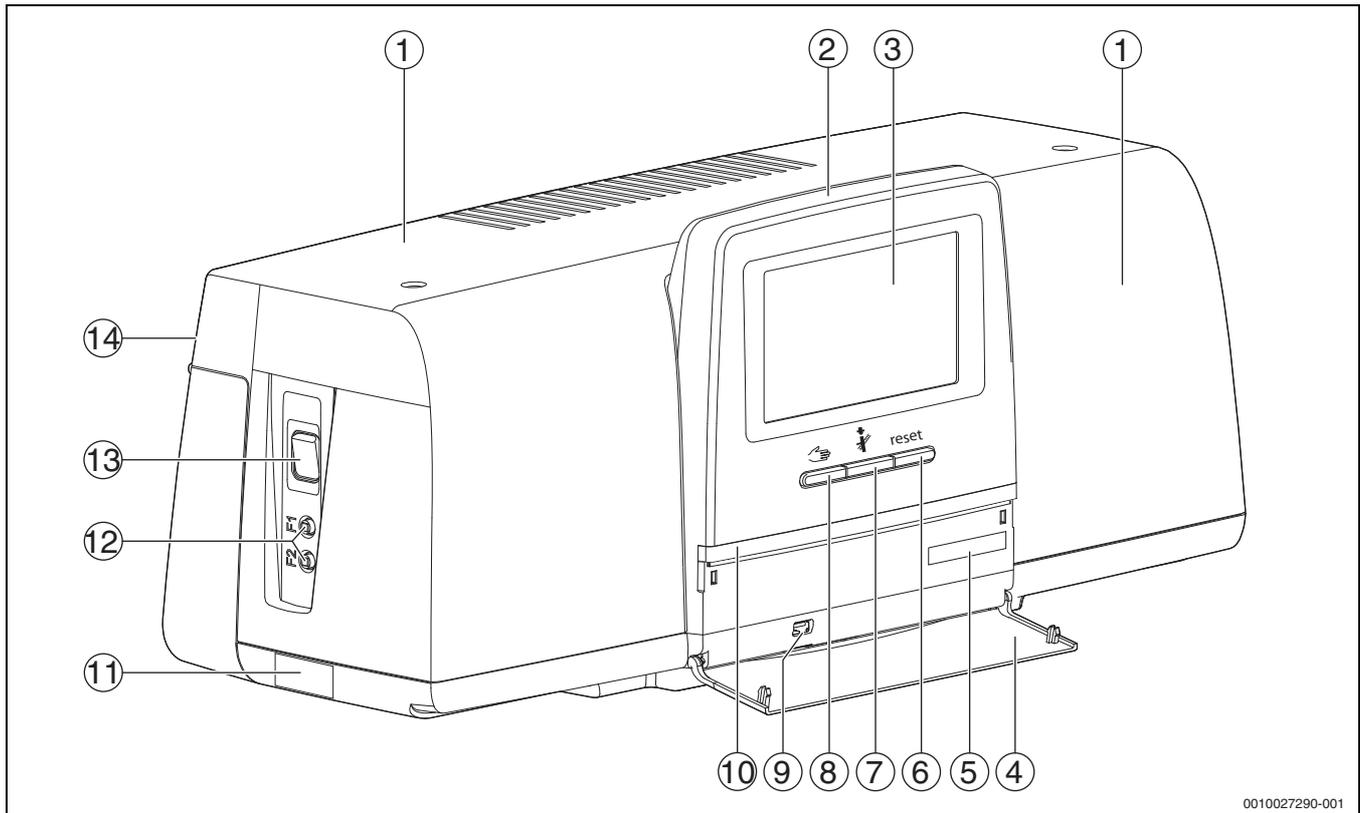

Рис. 1 Обзор системы управления и элементов управления
Состояние установки, функций и компонентов отображается с помощью индикатора состояния (→ рис. 7, [2], [6], стр. 10) и индикатора состояния LED (→ рис. 1, [10], стр. 6).
► Включите систему управления посредством выключателя (→ рис. 1, [13], стр. 6).